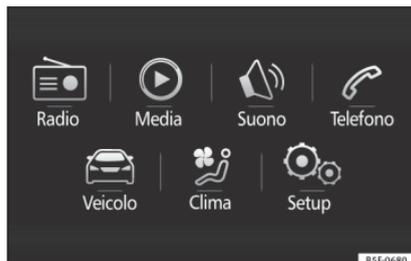

Fig. 33 Easy Connect: Menu principale.
- Premere il tasto (MENU) del sistema e, quindi, il pulsante (CAR) » fig. 33 o il tasto (CAR) del sistema per accedere al menu CAR » fig. 34.